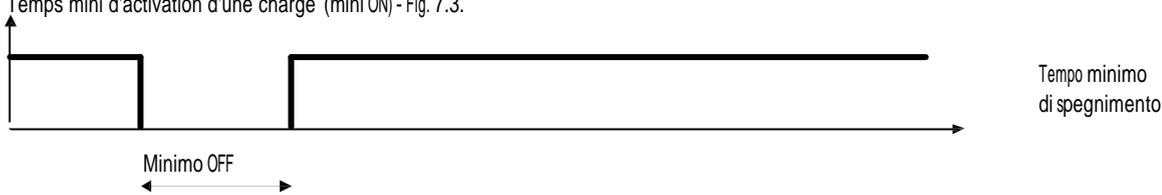

Fig. 7.1
- Temps mini d'extinction d'une charge (mini OFF) - Fig. 7.1;